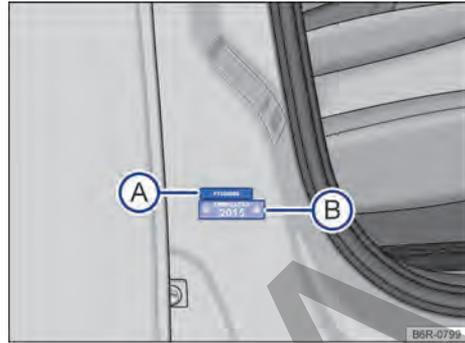

Fig. 178 En la columna de la puerta delantera derecha: etiqueta con el número de bastidor parcial (A) y placa del modelo, año de fabricación (B).
Las etiquetas con el número de identificación del vehículo parcial se encuentran en la columna de la puerta delantera derecha → fig. 178 (A), en la columna de la suspensión izquierda y en el travesaño del asiento del conductor. Estas etiquetas son destruidas al ser eliminadas.
La etiqueta con el número de identificación del año de fabricación está ubicada en el montante de la puerta delantera derecha → fig. 178 (B). Esta etiqueta se destruye al ser eliminada.